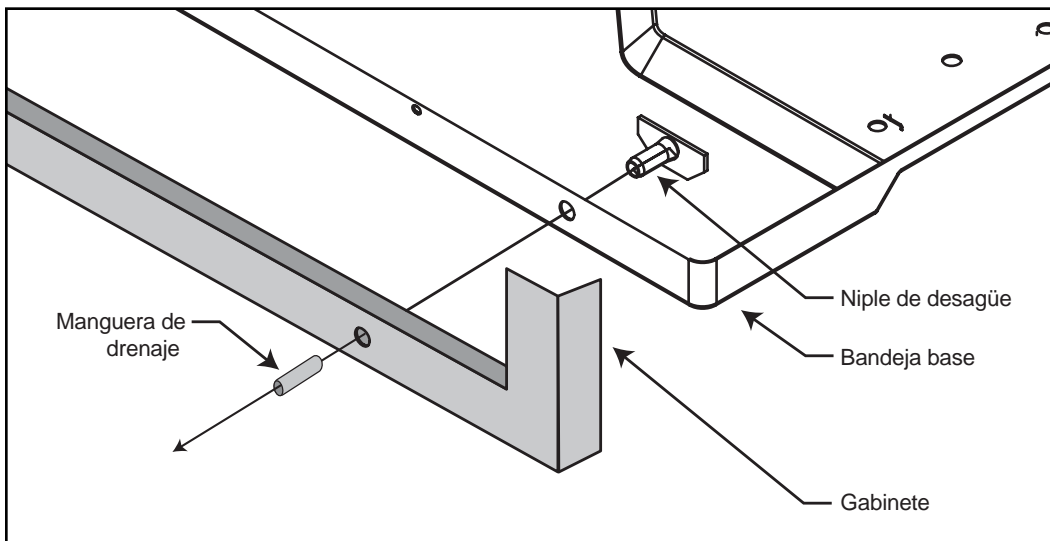

Figura 12
PASO 1 Busque la placa para drenaje en la parte posterior de la bandeja base y quítela. (Ver Figura 12). Usando los tornillos de la placa, instale la arandela y el tubo de drenaje en la bandeja base.